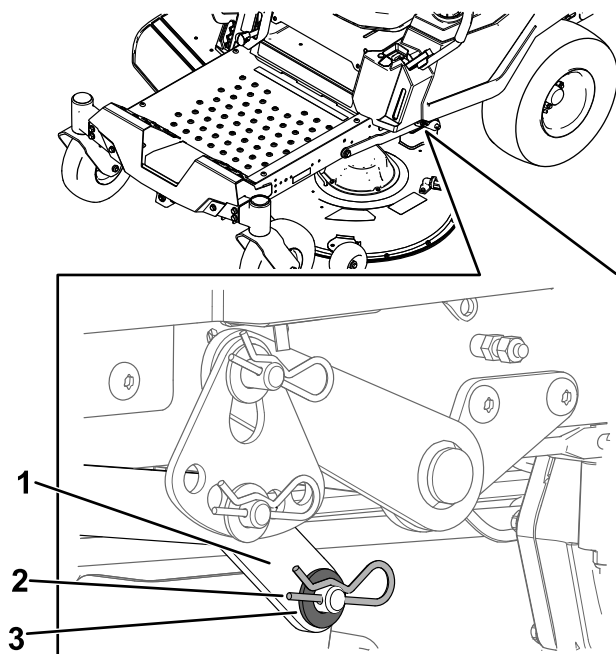

Figura 72
7. Su 1 lato della macchina, togliete la rondella e la coppiglia dal perno del piatto di taglio (Figura 72).
8. Togliete il braccio di sollevamento dal perno del piatto di taglio (Figura 72).
5. Su 1 lato della macchina, sollevate la parte posteriore del piatto di taglio e installate il braccio di sollevamento sul perno del piatto di taglio (Figura 72).
6. Installate il braccio di sollevamento utilizzando la rondella e la coppiglia (Figura 72).